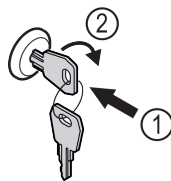

Fig. 200
- ▶ Zatlačte kľúč. Fig. 200 (1)
- ▶ Otočte kľúč o 90° v smere hodinových ručičiek. Fig. 200 (2)